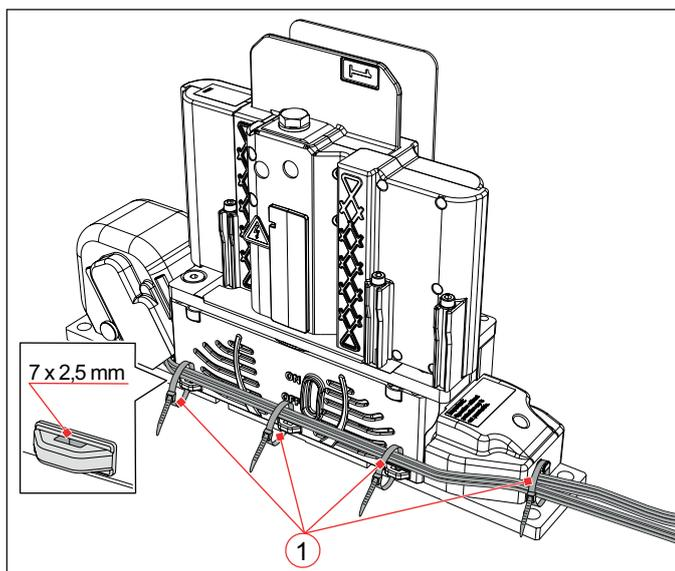
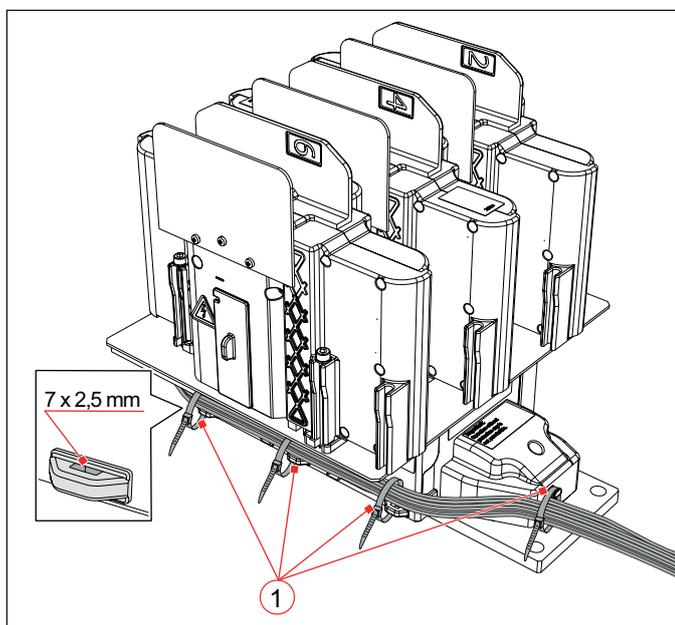

Abb. 17: CA 1115/CA 1130: Steuerleitungen bündeln und fixieren
Abb. 18: CA 1315/CA 1330: Steuerleitungen bündeln und fixieren
- ▶ Die Steuerleitungen bündeln und mit geeigneten Kabelbindern (1) fixieren, wie beispielhaft in **Abb. 17** und **Abb. 18** dargestellt.